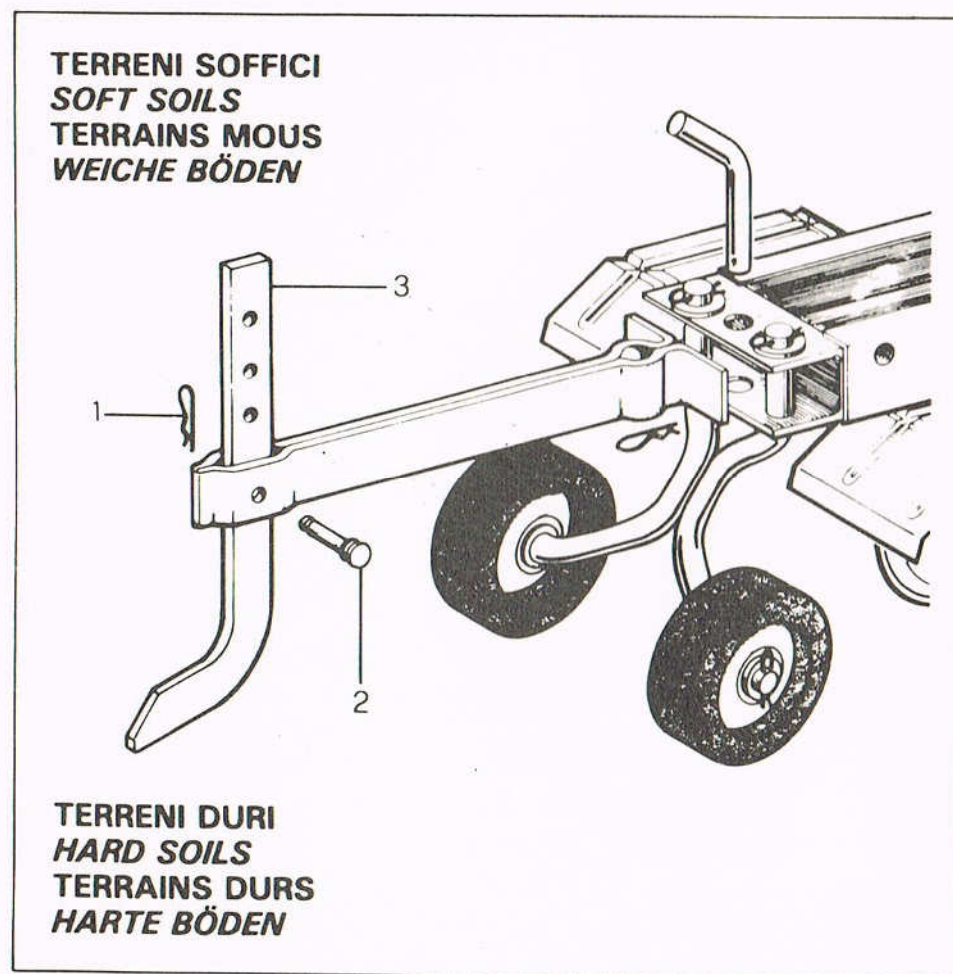

Fig. 11
1. **Fresatura di terreni duri:** estrarre la spina di sicurezza a "R" (1), sfilare il perno (2) e abbassare il timone (3) fino alla posizione desiderata.
2. **Fresatura di terreni soffici:** estrarre la spina di sicurezza "R" (1), sfilare il perno (2) e alzare il timone (3) fino alla posizione desiderata.
**ADAPTING THE DRAWBAR***(see figure 11)*
1. **On soft soils:** remove "R" shaped pin (1); take out lock pin (2) and lower drawbar (3) until the position desired.
2. **On hard soils:** remove "R" shaped safety pin (1), take out lock pin (2) and raise drawbar (3) to the position desired.
**REGLAGE DU TIMON***(voir figure 11)*
1. **Fraisage des terrains mous:** enlever la goupille de sécurité en "R" (1), sortir le goujon (2) et baisser la barre timon (3) jusqu'à la position voulue.
2. **Fraisage des terrains durs:** enlever la goupille de sécurité en "R" (1), sortir le goujon (2) et faire monter la barre-timon (3) jusqu'à la position voulue.
**EINSTELLUNG DER DEICHSEL***(siehe Bild 11)*
**Every 60 hours** — change oil. Take out oil stick (see fig. 11), overturn the motor-hoe and let oil drip out for at least ten minutes.
**Toutes les 60 heures** — changer d'huile. Sortir la jauge (voir fig. 11), renverser la motohoue et laisser égoutter pendant dix minutes.
**Alle 60 Stunden** — Öl wechseln. Den Ölmesstab abziehen (siehe Bild 11), die Motorhacke auf den Kopf stellen und das Öl über mindestens 10 Minuten hinaus abfließen lassen.